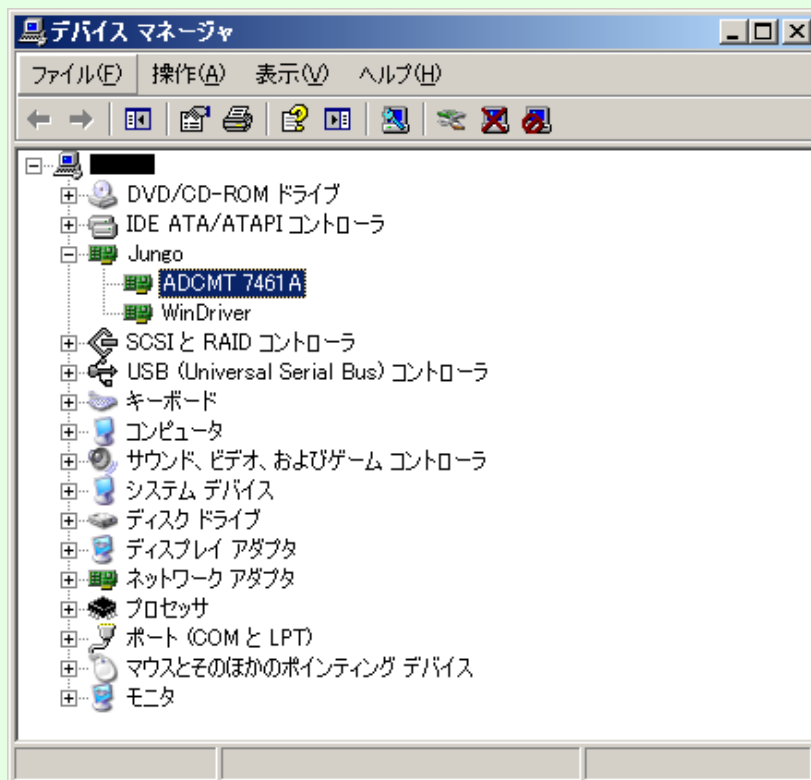
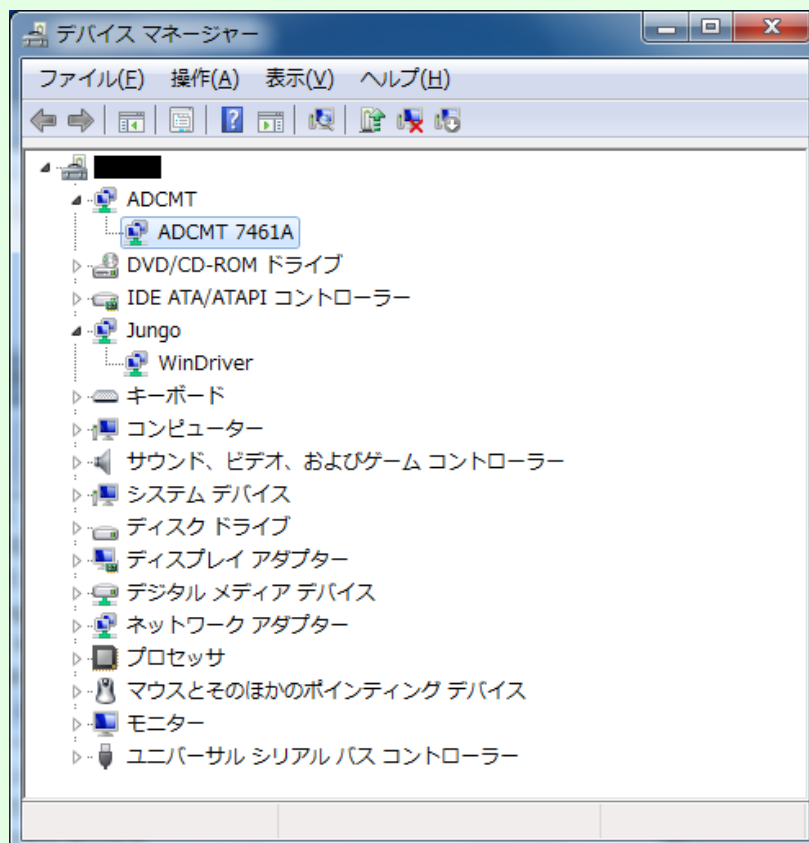

図 1-9
図 1-10
- ① デバイス・マネージャで設定されたドライバの確認を行います。(図 1-9)
- ② ADC 計測器 USB ドライバが割当てられている場合にはツリー構造で、32bit 版ドライバの場合は Jungo の下に (図 1-9)、64bit 版ドライバの場合は ADCMT の下 (図 1-10) に接続した測定器が表示されます。